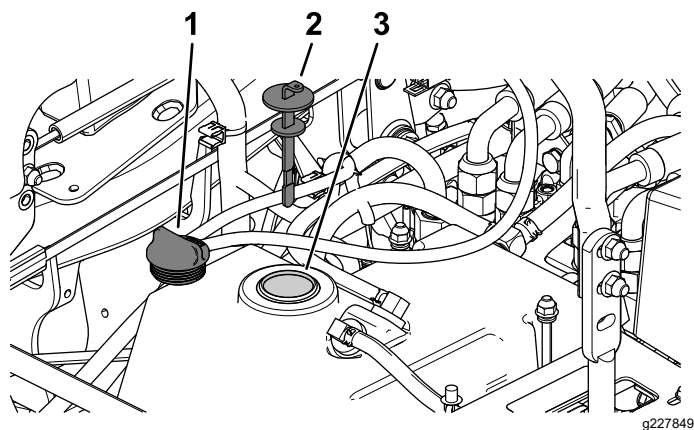

Figura 68
5. Retire el tapón del depósito hidráulico (Figura 68).
6. Retire la varilla y límpiela con un trapo limpio (Figura 68).